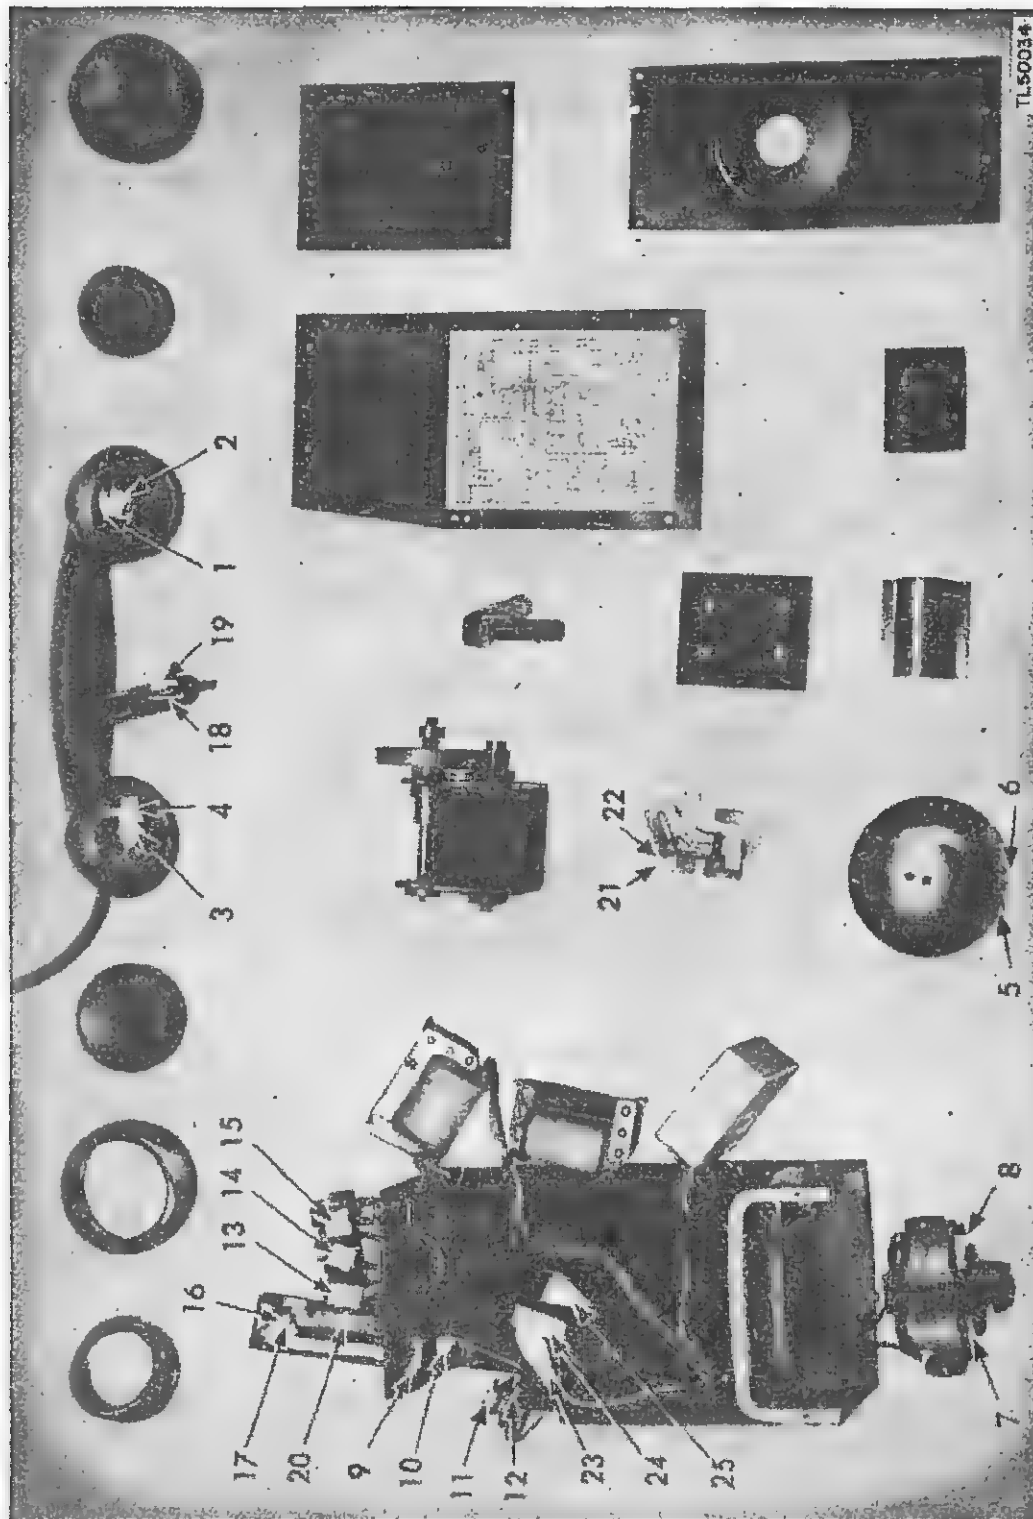

Figure 23. Téléphone EE-8-A démonté et masqué
(1) Les points contacts électriques de l'écouteur (fig. 23) (1) et (2) et sur le micro (fig. 23) (3) et (4).
(2) Les deux points où le battant frappe le timbre (fig. 23) (5) et (6).
(3) Les contacts du noyau sur les bobines de sonnerie (fig. 23) (7) et (8).
(4) Les contacts de piles (fig. 23) (9), (10), (11) et (12).
(5) L'écrou de jack (fig. 23) (13), (14) et (15).
(6) Les contacts à ressort du levier commutateur et de la pédale de combiné (fig. 23) (16), (17), (18) et (19).
(7) L'ouverture au-dessous du commutateur à vis (fig. 23) (20).
(8) Les points de contacts sur l'articulation à ressort de la magnéto (fig. 23) (21) et (22).
(9) Les bornes à cosse des trois conducteurs de la magnéto (fig. 23) (23), (24) et (25).